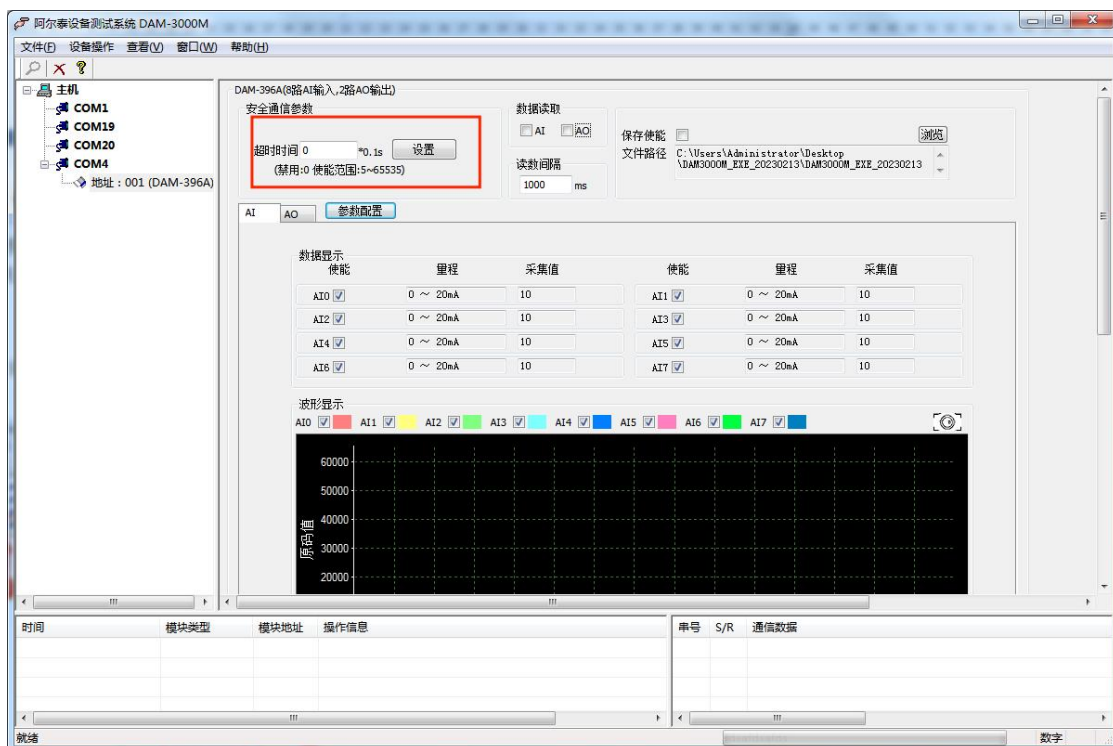

图 22
1) 看门狗操作：在图 22 的“超时时间”区域添加超时时间，点击“设置”后通讯看门狗打开，若超过通讯接收时间未接收到数据，则 AO 立即输出安全值。